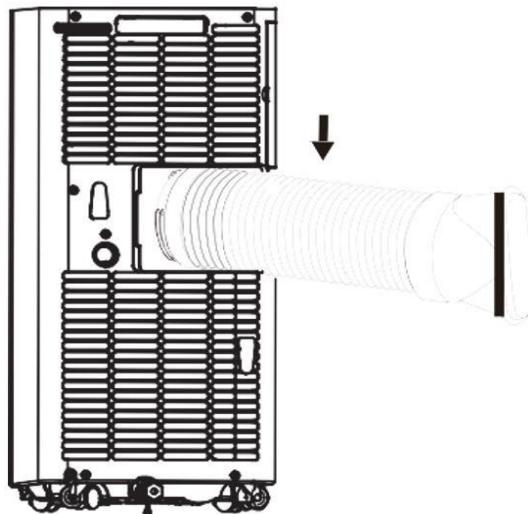

Fig. 1
- Visser le tuyau d'évacuation d'air (avec adaptateur) à la sortie d'évacuation d'air à l'arrière de l'appareil (dans le sens inverse des aiguilles d'une montre, fig. 1).